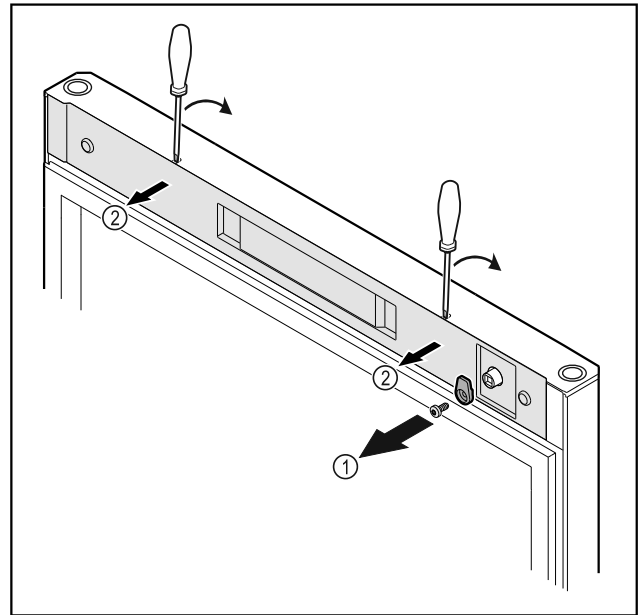

Fig. 21
- ▶ Desatornillar el gancho de cierre Fig. 21 (1).
- ▶ Desencajar la cubierta Fig. 21 (2) con un destornillador pequeño y retirarla.